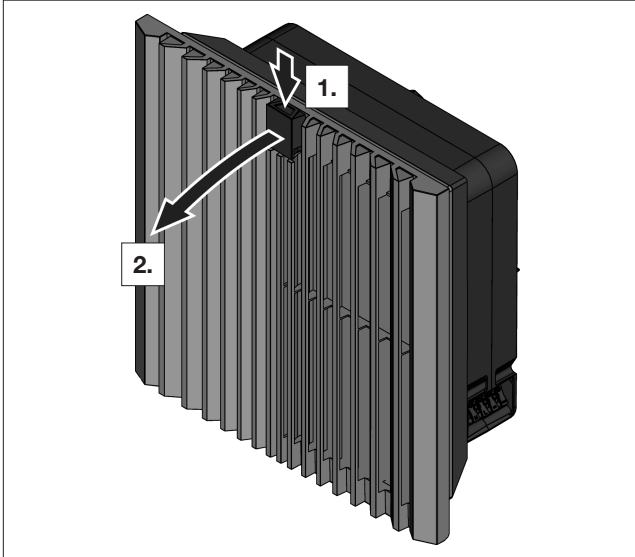

Abb. 14: Entriegeln des Lamellengitters
- Drücken Sie zum Entriegeln des Lamellengitters von oben auf das Funktionslogo (siehe Abb. 14).